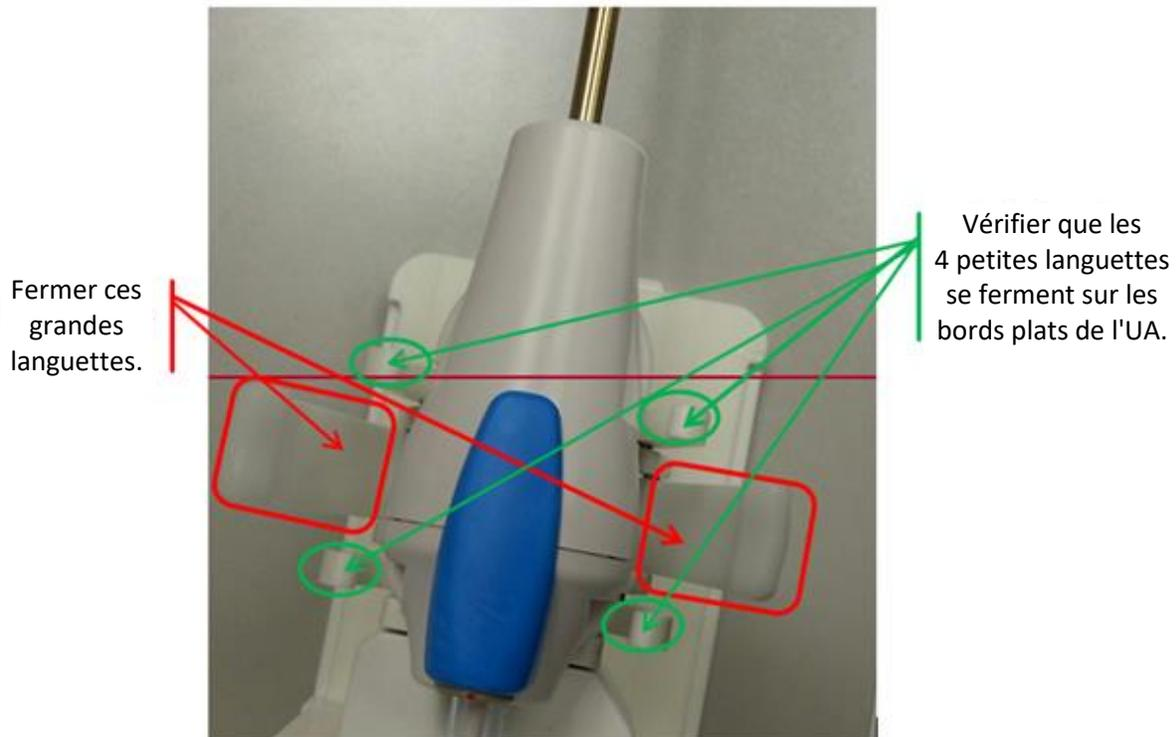

Figure 38 : UA reposant sur le PS, la poignée de l'UA placée dans son préhenseur
6. **Manipulateur IRM :** saisir la poignée de l'UA dans le préhenseur de l'UA du PS (*Figure 38*). S'assurer que la mise en place de l'UA n'est pas « forcée ». Si tel est le cas, retirer l'UA du préhenseur et régler les axes du PS pour obtenir un meilleur alignement avec l'UA. S'assurer que le bouton de déclenchement pour le haut/bas et l'inclinaison sur le PS est verrouillé avant de fixer l'UA dans le préhenseur du PS.